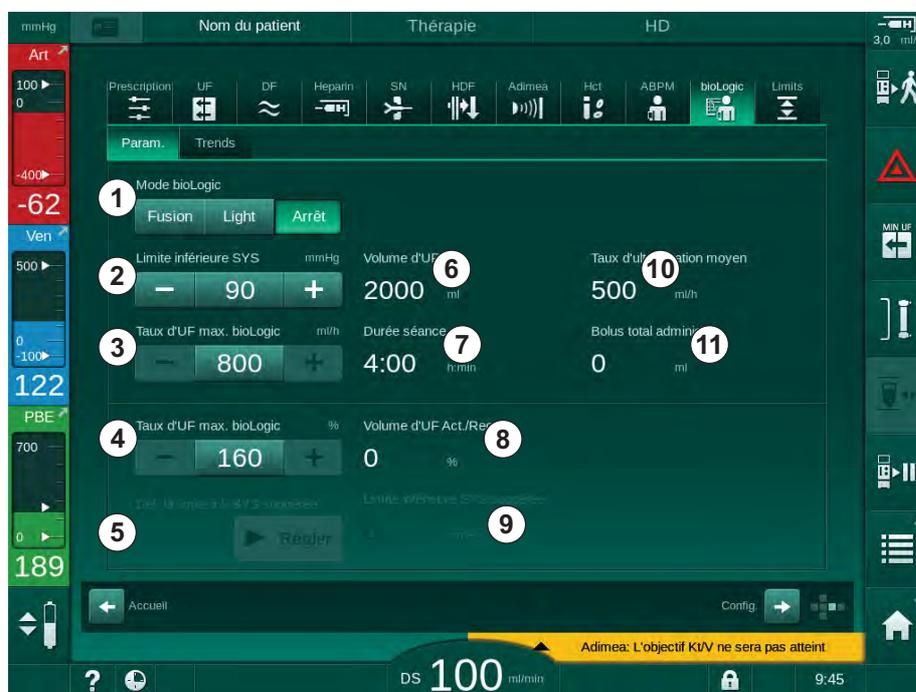

Fig. 11-20 Écran Paramètres de bioLogic Fusion
Lors de l'activation de la SLL suggérée, la valeur ⑨ dans Fig. 11-20 est acceptée. Le cas échéant, la limite inférieure systolique peut être réglée sur la position ② .
1. Pour activer le bioLogic Fusion ou le bioLogic Light, toucher le bouton *Fusion* ou *Light* dans la boîte de groupe *Mode bioLogic* (Fig. 11-20, ① ).